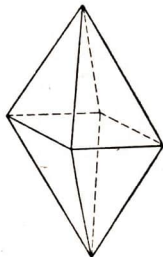

Abb. 3. Schwefelkristall
**L.:** Ja. Denn Schwefel kristallisiert in Doppelpyramiden mit rhombischer Grundfläche. (Abb. 3)